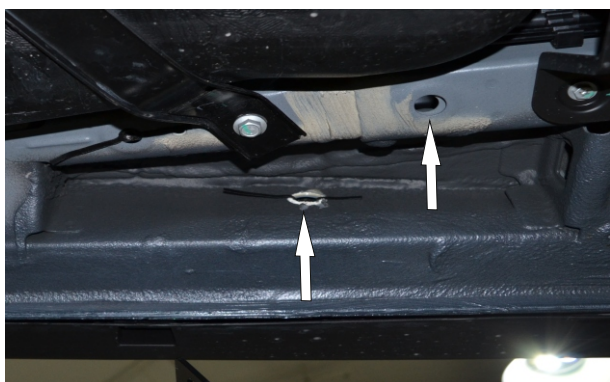

Рис. 3
4. Установить гайки закладные M8 в отверстия в средней части днища автомобиля (рис.3).